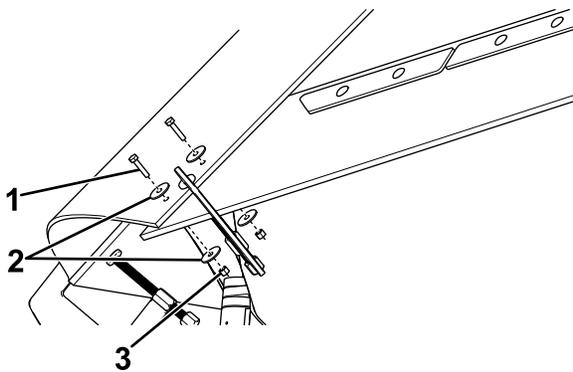

**Figura 6**
6. Fije la banda central con abrazaderas (Figura 6) después de alinearla como se indica a continuación: